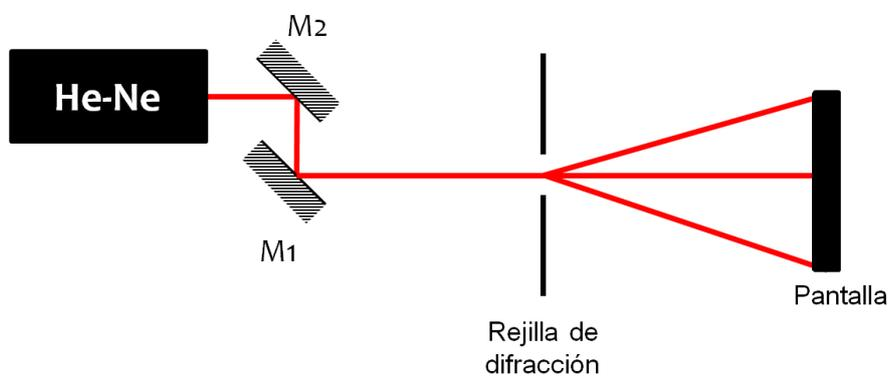

Figura 9. Arreglo experimental para obtener un patrón de difracción.
2. Coloque en la trayectoria del haz una de las rejillas de difracción inclinada $\sim 45^\circ$ y proyecte el patrón de difracción sobre una pantalla blanca como se indica en la figura 9.